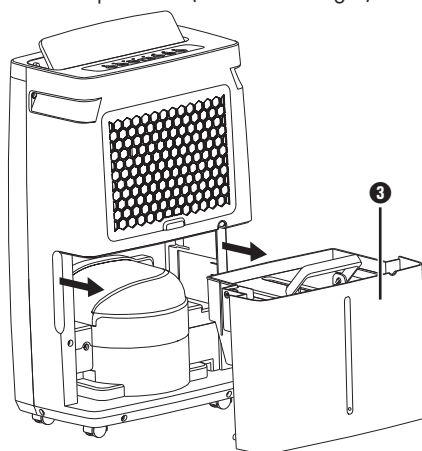

Abb. 1
- ♦ Ziehen Sie den Wassertank **3** vorsichtig an den seitlichen Griffmulden aus dem Gerät heraus. Verwenden Sie den Griff, um den Wassertank **3** zu transportieren. (siehe Abbildung 1).